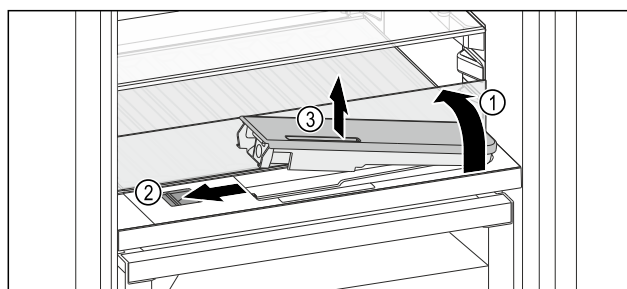

Fig. 122
- Повдигнете стъклената плоча и я завъртете до ограничителя назад Fig. 122 (1).
- Преместете плъзгача Fig. 122 (2) наляво.
- Извадете резервоара за вода Fig. 122 (3).